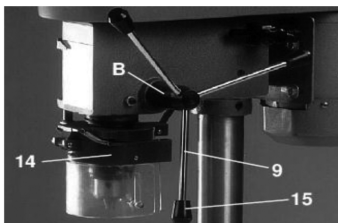

Рис.6
7.4. Вверните в цапфу В три рычага 9 с ручками 15 и убедитесь что шпindel 14 подается этими рычагами на всю глубину и легко возвращается в исходное положение, см. Рис. 6